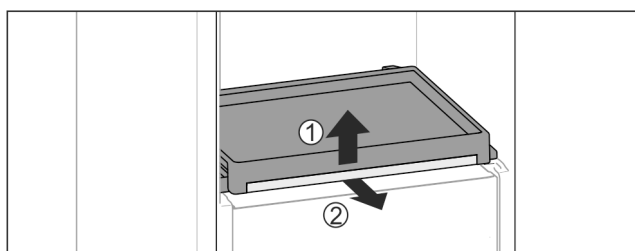

Fig. 132
- ▶ Wyjmowanie wysuwanej półki oraz szklanej płyty: Podnieść lekko szklaną płytę z przodu Fig. 132 (1) i wyciągnąć do przodu Fig. 132 (2).